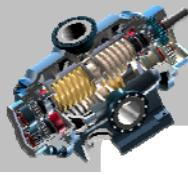

图 7.6.20 设置顶点半径参数
(3) 设置顶点半径参数。单击“3D 接触”操控板中的**参考**选项卡，在**顶点半径**文本框中输入值 10，如图 7.6.20 所示。
(4) 单击操控板中的 \checkmark 按钮，完成连接的创建。